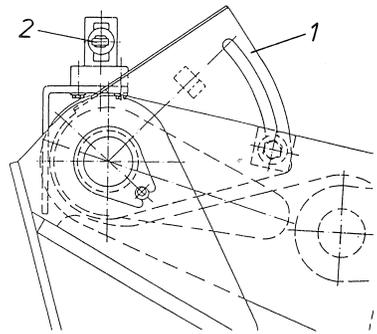

Bild 12
Die gewünschte Hubhöhe wird mit der Schaltkulisse (Bild 12 /1) eingestellt.
- Sechskantschraube der Schaltkulisse (Bild 12/1) lösen und Schaltkulisse verdrehen bis der Schieber des Ventils (Bild 12/2) eingedrückt ist,